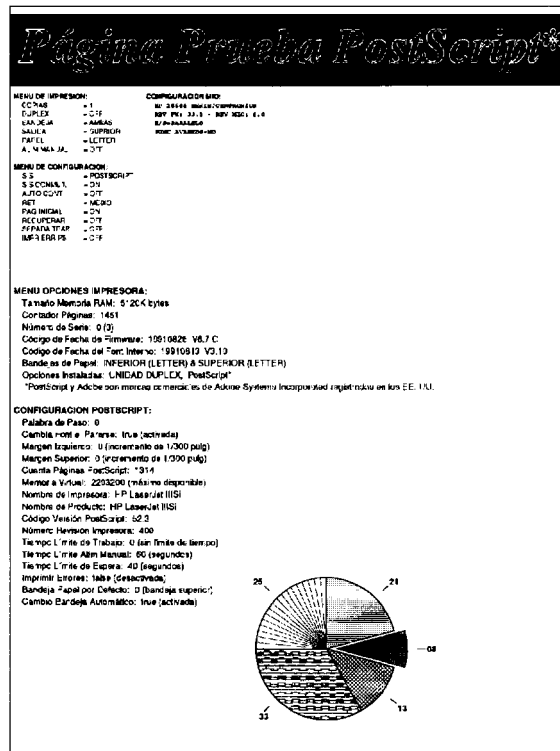

Figura 1-9. *Página Prueba PostScript*
3. Se imprimirá una *Página Prueba PostScript* como se muestra en la Figura 1-9. Una luz intermitente en el indicador luminoso "Preparado" indica que la impresión se realizará en aproximadamente 30 segundos.